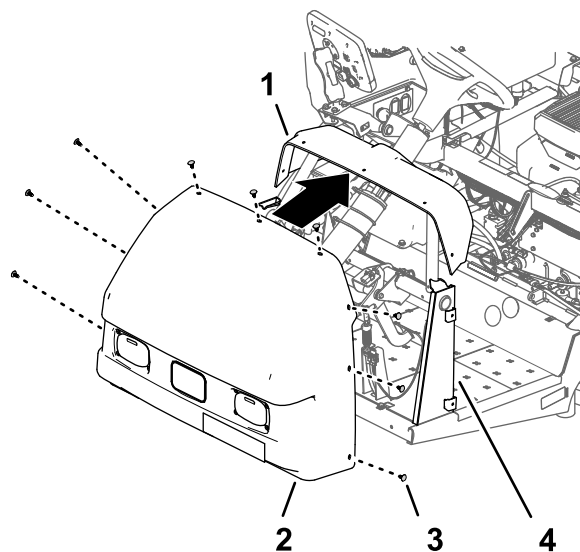

Рисунок 241
1. Совместите отверстия в капоте с отверстиями в приборной панели и раме машины (Рисунок 241).
2. Прикрепите капот к приборной панели и раме с помощью 9 вставных держателей (Рисунок 241).